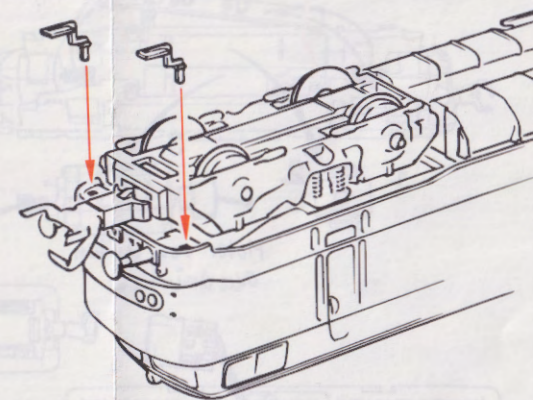
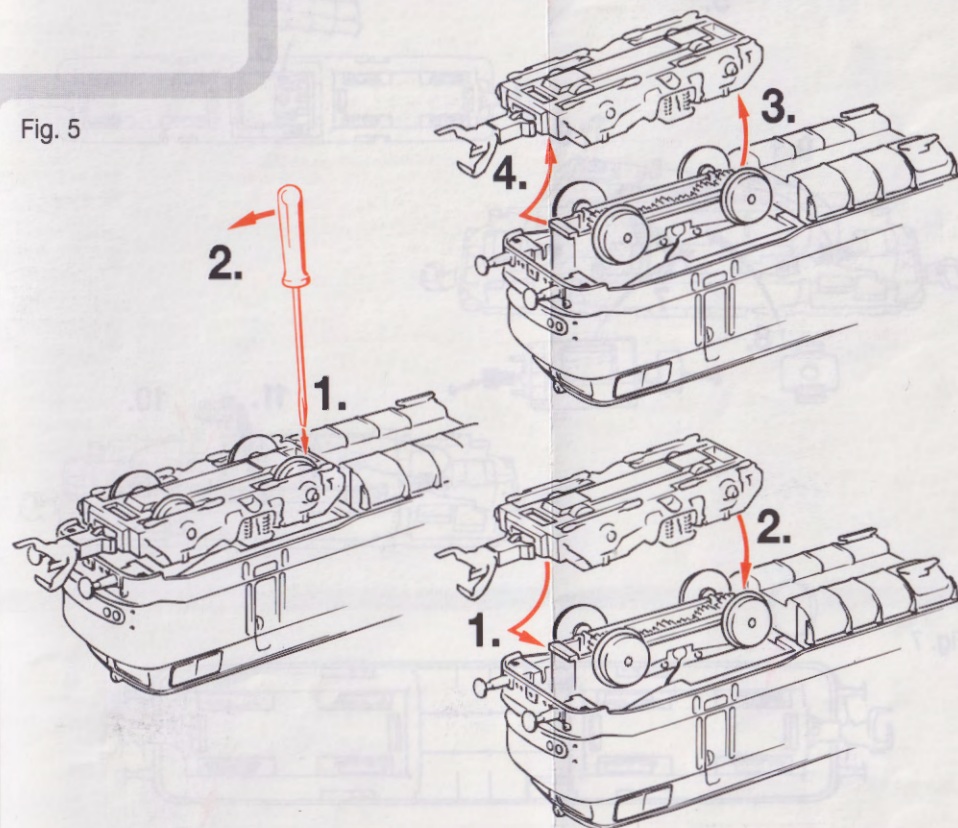
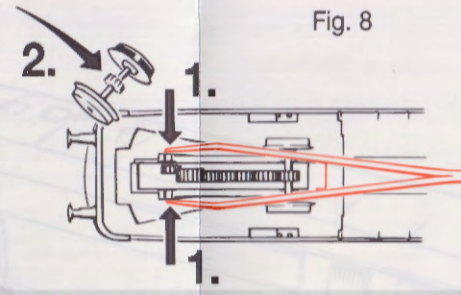

Fig. 3
Fig. 4
Fig. 9
2. **Schmierung:** Versehen Sie die im Schmierplan in (Fig. 9) gekennzeichneten Stellen mit nur **kleinen Öltropfen**. Dazu zuerst das Lokgehäuse abnehmen (Fig. 3). Wir empfehlen den **ROCO-Öler** Art. Nr. 10906. Zur Schmierung der Getriebeteile (Zahnräder, Schnecke) empfehlen wir das **ROCO-Spezialfett 10905**. Im Falle der Schmierung diese Teile bitte nicht ölen.
3. **Lämpchenwechsel:** Bitte nehmen Sie zuerst das Lokgehäuse ab (Fig. 3). Danach können Sie die **Lämpchen** wechseln (Fig. 4).
4. **Kohlebürstenwechsel:** Lokgehäuse abnehmen (Fig. 3). Danach wird der **Motor ausgebaut** und die **Kohlebürsten ausgewechselt** (Fig. 10).
2. **Lubrication:** Apply tiny oil drops to spots marked in fig. 9. Prior to lubrication dismantle locomotive (fig. 3). We recommend using item no. 10906, **Roco oiler**. For lubrication the gear-parts (e.g. cogwheels, worm) we would recommend our **Roco special grease** (item No. 10905). Attention: Please do not oil these parts when using our grease.
3. **Change of lights:** First remove loco body (fig. 3) and then change **lights**. (fig. 4)
4. **Carbon Brush Changing:** First **remove** loco body (fig. 3), and then the **motor** (fig. 10).
2. **Graissage:** N'appliquez **qu'une tout petite goutte** aux endroits indiqués par le plan de graissage (fig. 9) après avoir démonté la caisse de la locomotive (fig. 3). Nous vous recommandons le **graisseur à huile ROCO réf. 10906**. Pour graisser les engrenages (roues dentées, vis sans fin) nous vous conseillons la **graisse spéciale Roco réf. 10905** pour engrenages en matières synthétiques. Lorsque vous utilisez cette graisse il faut éviter d'huiler ces composants. ↳ **L'assemblage**
3. **Remplacement des ampoules:** Veuillez démonter d'abord la caisse de votre locomotive (fig. 3), puis vous pouvez **échanger les ampoules** (voir fig. 4)
4. **Remplacement des balais du moteur:** Démontez la caisse (voir fig. 3). Démontez ensuite le moteur et échangez les balais (fig. 10). ↳ **L'assemblage**